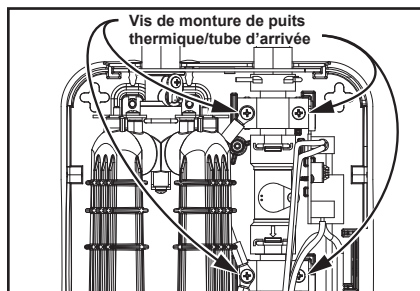

Figure 37 - Vis de montage de puits thermique/tube d'arrivée.
- 7** Trouver les quatre vis de fixation des montures de puits thermique/tube d'arrivée. À l'aide d'un tournevis Phillips, retirer les quatre vis et placer les montures sur le côté. L'ensemble peut à présent bouger librement. Voir Figure 37.
- 4** Rattacher l'assemblage d'entrée dans l'appareil à l'aide des montures de puits thermique/tube d'arrivée. Serrer les vis Phillips à la main, NE PAS trop serrer. Voir Figure 37.